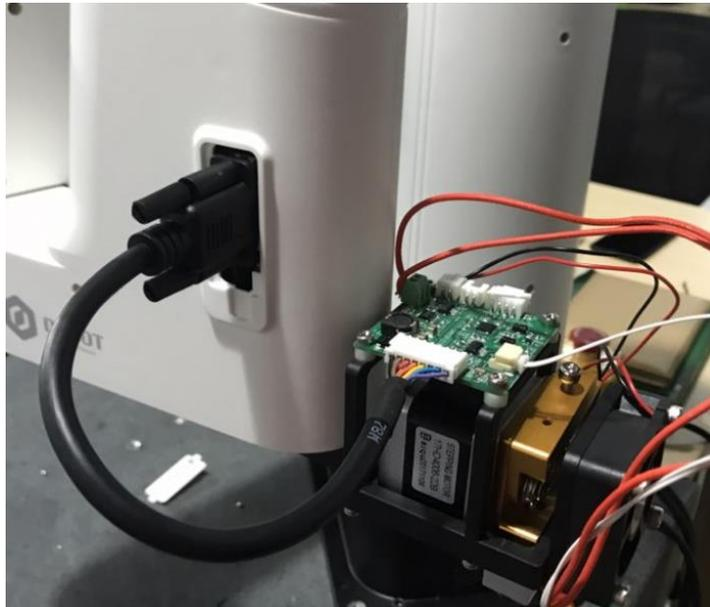

图 3.6 连接末端 I/O
- 步骤 2 将3D打印的连接器插入机械臂末端I/O，如图 3.6所示。